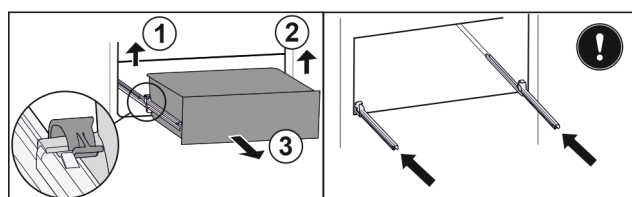

Fig. 102
- 提起左侧夹子，同时将抽屉左侧向前拉。 Fig. 102 (1)
- 提起右侧夹子，同时将抽屉右侧向前拉。 Fig. 102 (2)
- 朝前取出抽屉。 Fig. 102 (3)